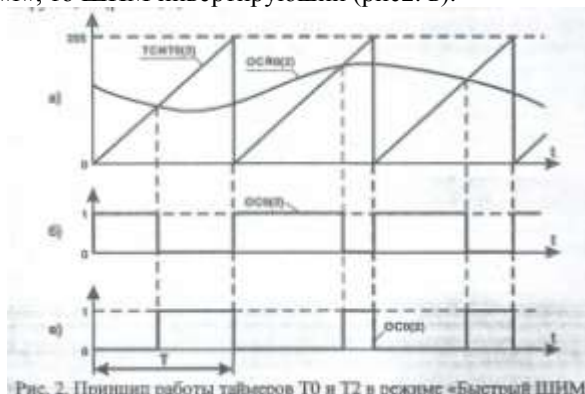

Рис. 2. Принцип работы таймеров T0 и T2 в режиме «Быстрый ШИМ»
В режиме быстрого ШИМ счетный регистр TCNT0(2) таймера производит формирование пилообразной развертки (рис. 2, а), инкрементируя свое значение по каждому импульсу с делителя, который устанавливается в регистре управления TCCR0(2) таймера T0(T2). При достижении счетным регистром значения 255 происходит его автоматическое обнуление.
В регистрах сравнения OCR0(2) таймеров T0 и T2 может быть записано любое число от 0 до 255. С этим числом сравнивается значение счетного регистра TCNT0(2) и при их равенстве происходит переключение вывода таймера OC0 или OC2 в соответствии с настройками регистра управления TCCR0(2) таймера. В случае, если при совпадении  $TCNT0(2)=OCR0(2)$  вывод OC0(2) таймера обнуляется, то ШИМ получается неинвертирующим (рис. 2, б), а если при совпадении вывод устанавливается в состояние логической «1», то ШИМ инвертирующий (рис. 2, в).